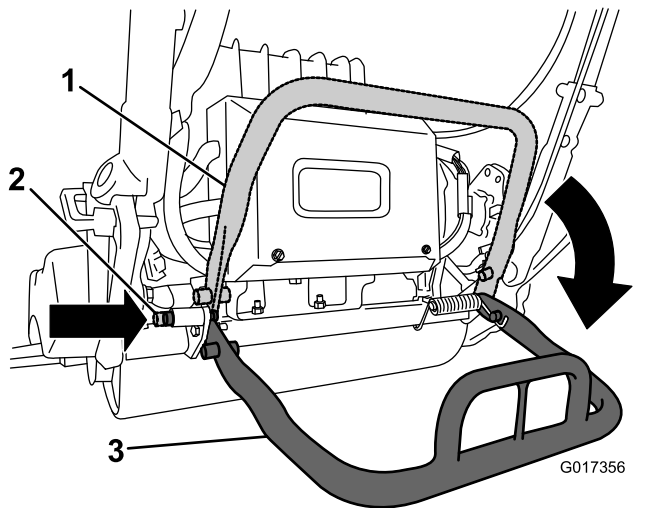

図 30
- リールを外している間にマシンが後ろに倒れないように、キックスタンドを下げて、ロッキングピンを差し込んでキックスタンドを整備位置にロックします 図 30。